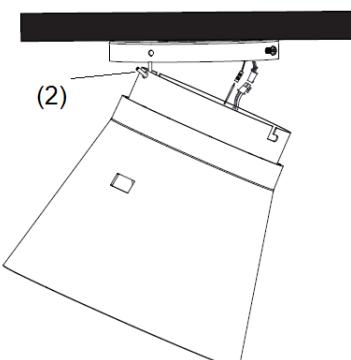

Abb. 4
- Heben Sie die den Motor bis zur Deckenhalterung an. Hängen Sie den Motor in den J-Haken (2) der Deckenhalterung ein. (Abb.4)